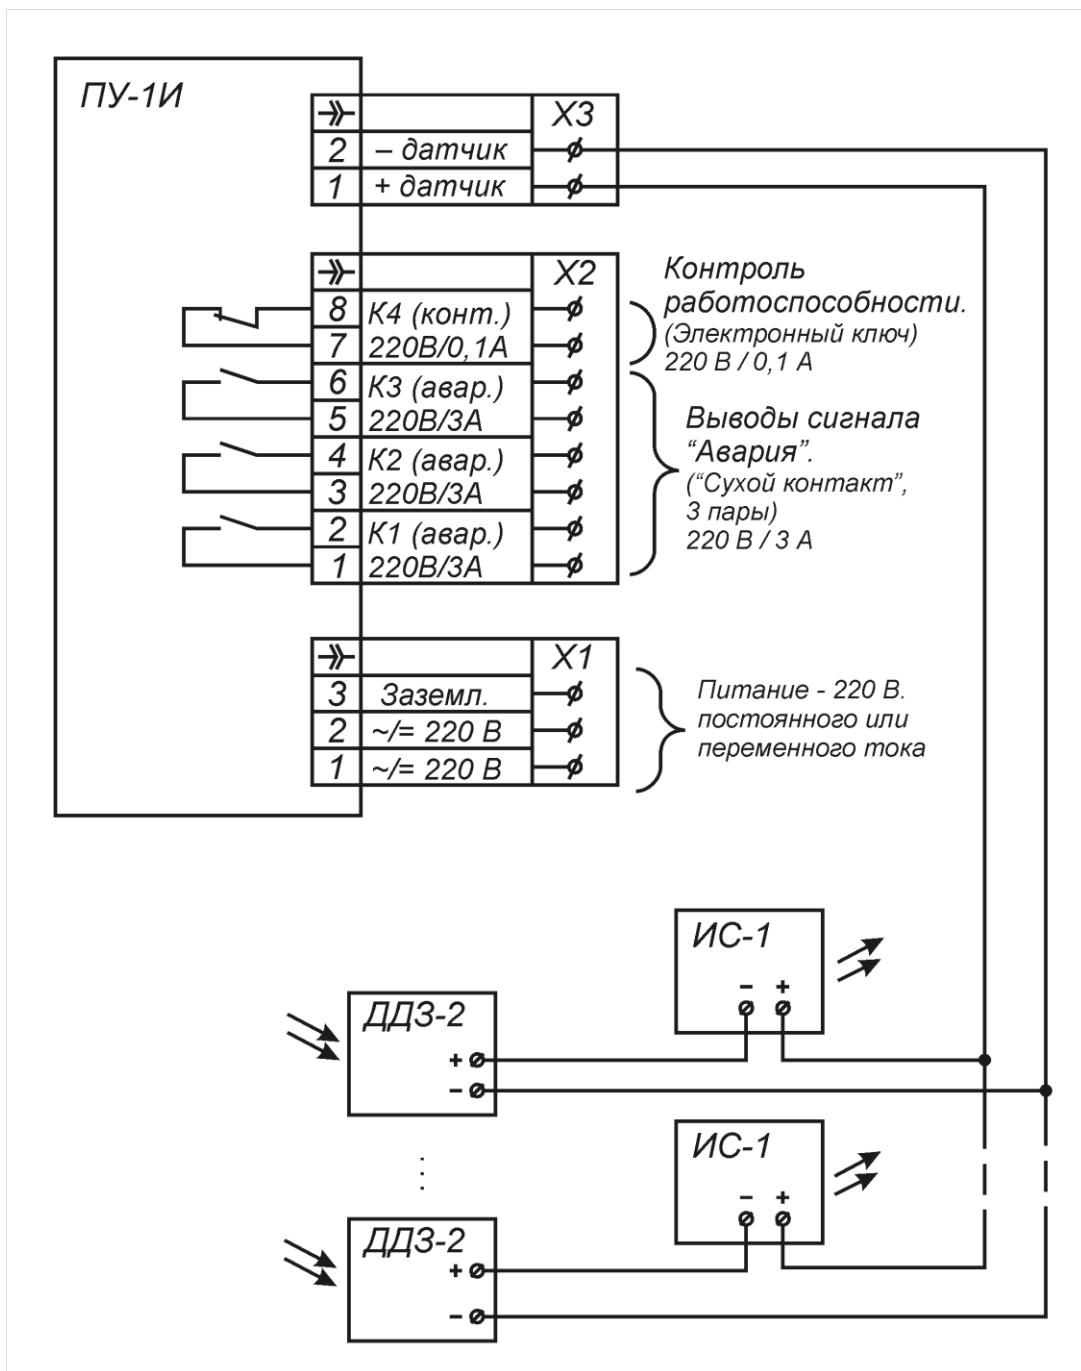

Рис.4 Схема внешних соединений
Схема внешних соединений элементов системы приведена на рис.4.
2.2.1. Монтаж элементов системы вести в соответствии со схемой внешних соединений (Рис.4) медным проводом 1-1,5мм, строго соблюдая полярность, указанную на схеме. (Плюсовой контакт на датчиках и индикаторах срабатывания отмечен красной точкой). Провода, идущие от контактов 11 и 12 колодки ПУ-1 могут быть выполнены медными шинками, проложенными между КРУ и электрически изолированными, в том числе и от провода заземления.